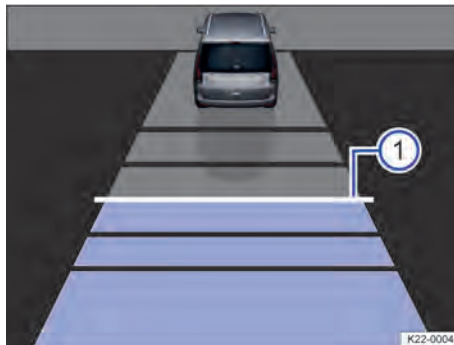

Abb. 118 Im Display des digitalen Kombiinstrumentes: eingestellter Abstand ①, der adaptive Geschwindigkeitsregler regelt (Prinzipdarstellung).
Das Display des Kombiinstrumentes zeigt die eingestellte Stufe → **Abb. 118** ①. Beachten Sie länderspezifische Vorschriften für den Mindestabstand.